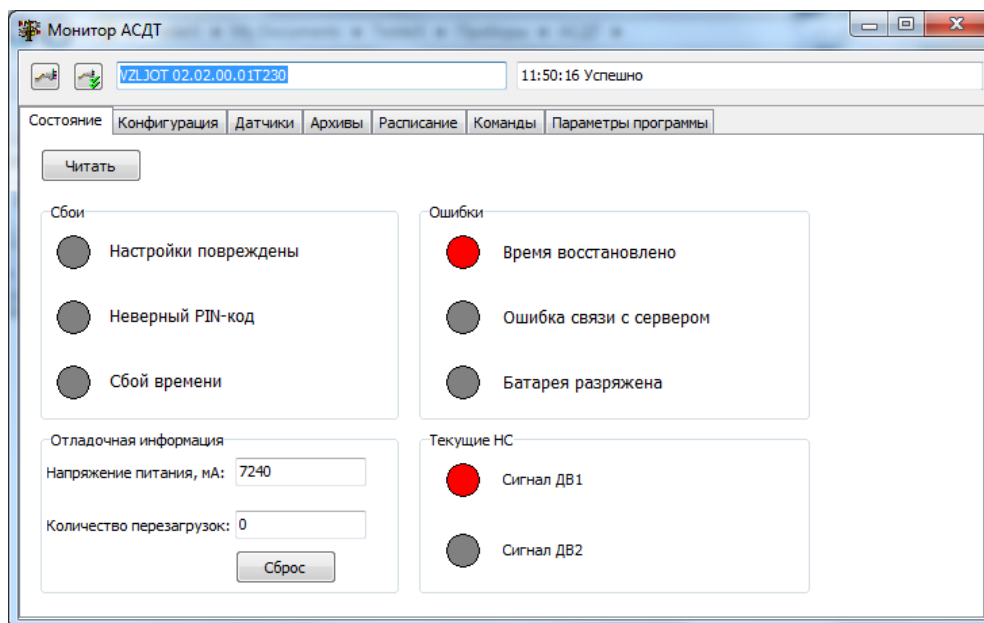

Рис.10. Вид вкладки «Состояние».
3.2.3. Просмотр данных о нештатных ситуациях в работе ПД возможен на вкладке состояние (рис.10).